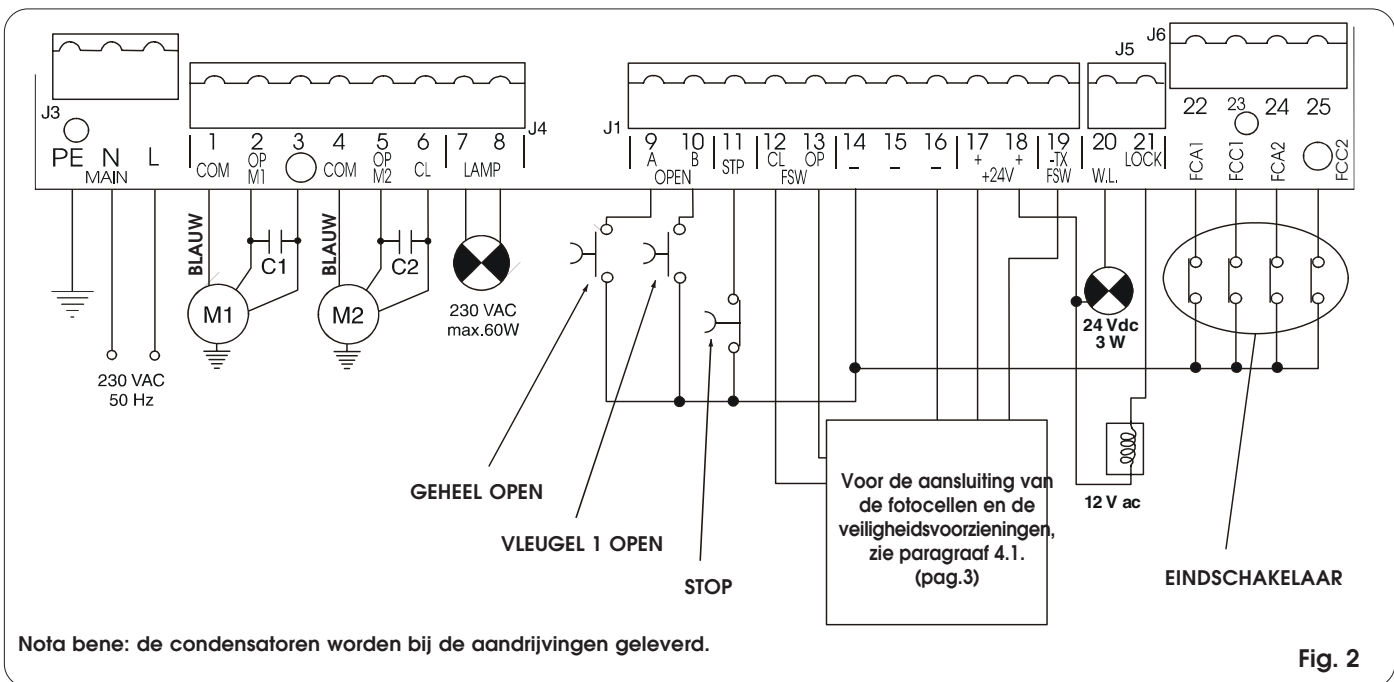

Fig. 2
- Sluit de aardkabel aan op de daarvoor bestemde klem op de connector J3 van de apparatuur (zie fig. 2).
4.2. KLEMMENBORD J3 - VOEDING (FIG. 2)
4.3. KLEMMENBORD J4 - MOTOREN EN WAARSCHUWINGSLAMP (FIG. 2)
4.4. KLEMMENBORD J1 - ACCESSOIRES (FIG. 2)
4.5. KLEMMENBORD J5 - CONTROLELAMP EN ELEKTROSLOT (FIG. 2)
4.7. KLEMMENBORD J6- EINSCHAKELAAR EN/OF GATECODER (FIG. 2)